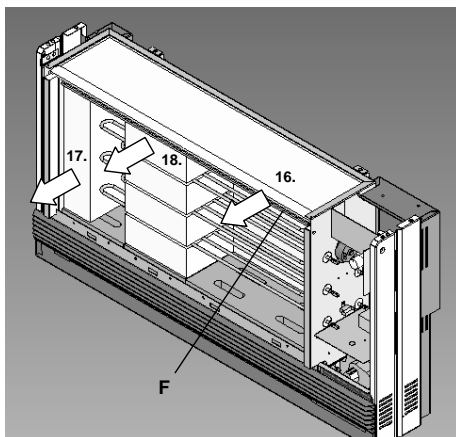

Fig.12 Styropor en afdekplaat verwijderen
- Spekstenen als volgt plaatsen (fig. 12 - 15):
48. Afdekplaat (F) voor spekstenen wegnemen.